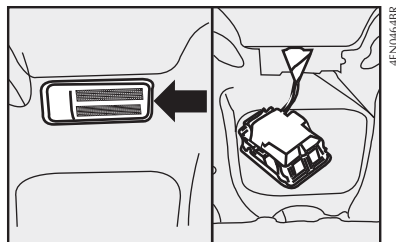

fig. 71
- saque el transparente **fig. 71**, haciendo palanca con un destornillador en el punto indicado por la **flecha-fig. 71**;